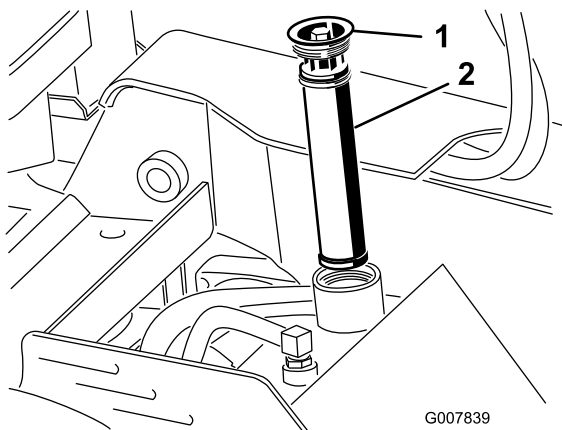

Figura 55
4. Retire e elimine o filtro velho (Figura 55).
5. Instale o filtro hidráulico de substituição e a tampa do tubo de enchimento (Figura 55) e aperte o parafuso na parte superior com 13 a 15,5 N·m.